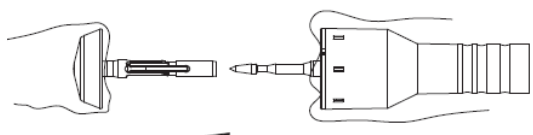
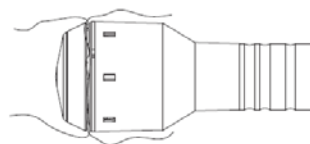

Fig. 6
Fig. 7
4. Ate la bolsa del bolso a los tejidos por separado con el yunque en un extremo y la grapadora en el otro extremo. Inserte el yunque de nuevo en el trocar (Fig. 6), y la posición irá a la derecha cuando se escuche un "clic". Gire la perilla de ajuste en el sentido de las agujas del reloj hasta la posición y el puntero en la ventana de visualización se moverá a los rangos verdes (Fig.7). (En esta posición, solo significa que la seguridad de disparo se puede abrir ahora y las grapas tendrán la forma de "B" después de disparar. Pero no significa que esta sea la mejor altura de anastomosis. Por lo tanto, recomendamos a los médicos que juzgue por la sensación de apretar o aflojar la perilla de ajuste para asegurarse de la mejor posición para la cocción, lo que significa una anastomosis de tejidos en forma de "B" para obtener el mejor efecto hemostático.